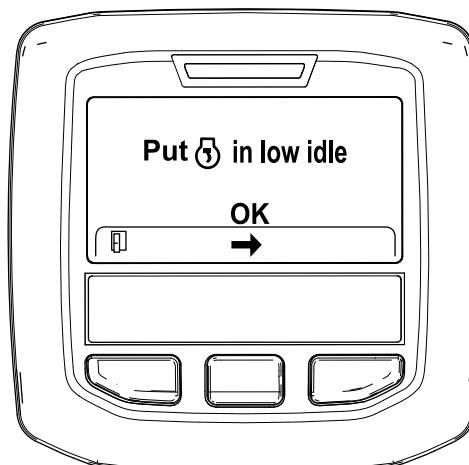

Рисунок 35
6. Переведите дроссельную заслонку в положение МАЛОЙ ЧАСТОТЫ ВРАЩЕНИЯ холостого хода и нажмите среднюю кнопку (Рисунок 35).